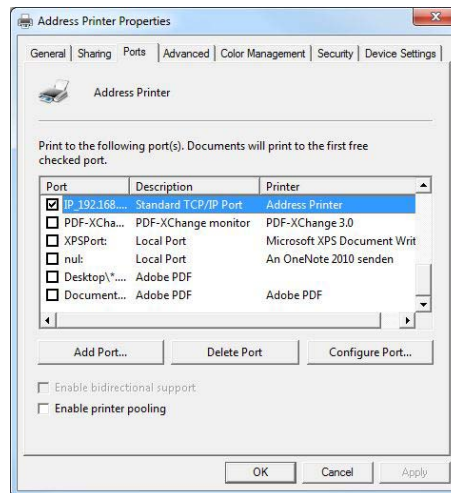

Abbildung 67: Druckeranschlusseinstellungen
- Nun ist der Druckertreiber bereit die Druckdaten über den Netzwerkanschluss zu schicken. Stellen Sie sicher das der Hacken bei dem neuen Anschluss gesetzt ist (siehe Abbildung 67).